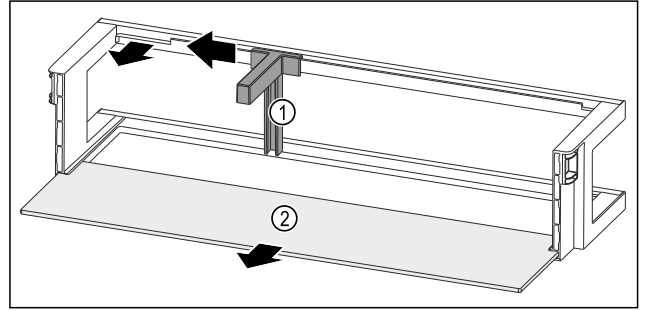

Fig. 164 Oviteline pullonpitimen ja säilytyshyllyn kanssa
- ▶ Työnnä pullonpidin Fig. 164 (1) sivulle koloon saakka.
- ▶ Ota pullonpidin Fig. 164 (1) pois.
- ▶ Ota säilytyshylly Fig. 164 (2) pois.